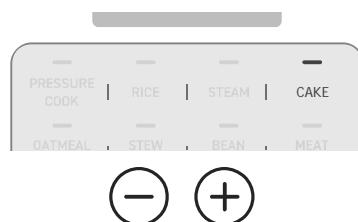

Figura 9.5
5. Selezionare **TORTA** e premere i pulsanti – oppure + per regolare il tempo sul tempo di cottura richiesto dalla ricetta. **[Figura 9.5]**